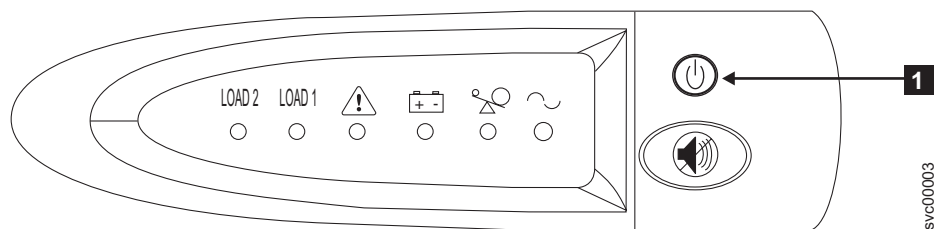

図 298. 2145 UPS-1U フロント・パネル・アセンブリー
1. 2145 UPS-1U の前面で、電源ライトが消えるまで (約 5 秒間)、「オン/オフ」ボタン (361 ページの図 298 の **1**) を押し続けます。2145 UPS-1U の一部のバージョンでは、オン/オフ・ボタンを押すために、ねじ回しのような先の尖った道具が必要な場合があります。2145 UPS-1U は待機モードになります。